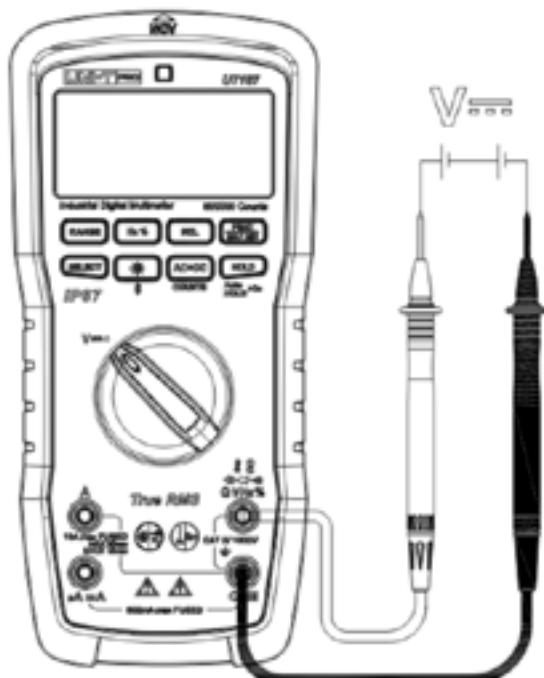

Рисунок 7
3. Измерение мощности постоянного тока и напряжения/тока постоянного тока (рисунок 7)